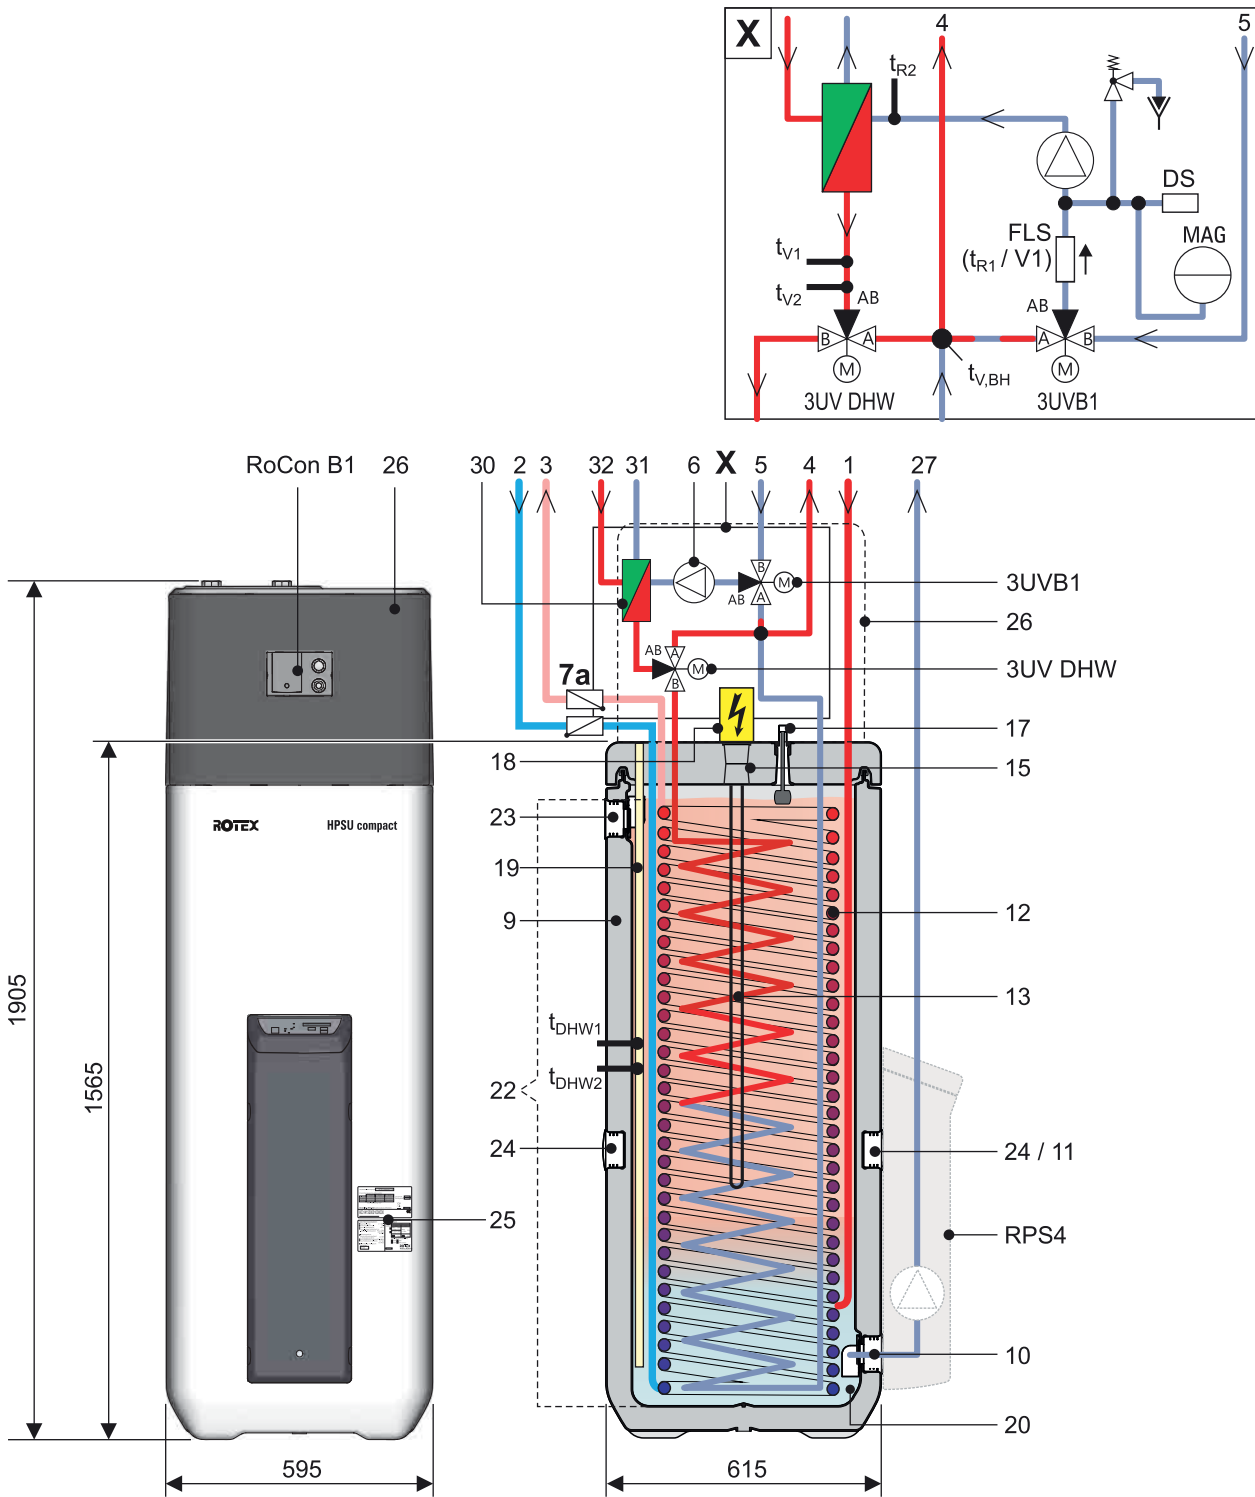
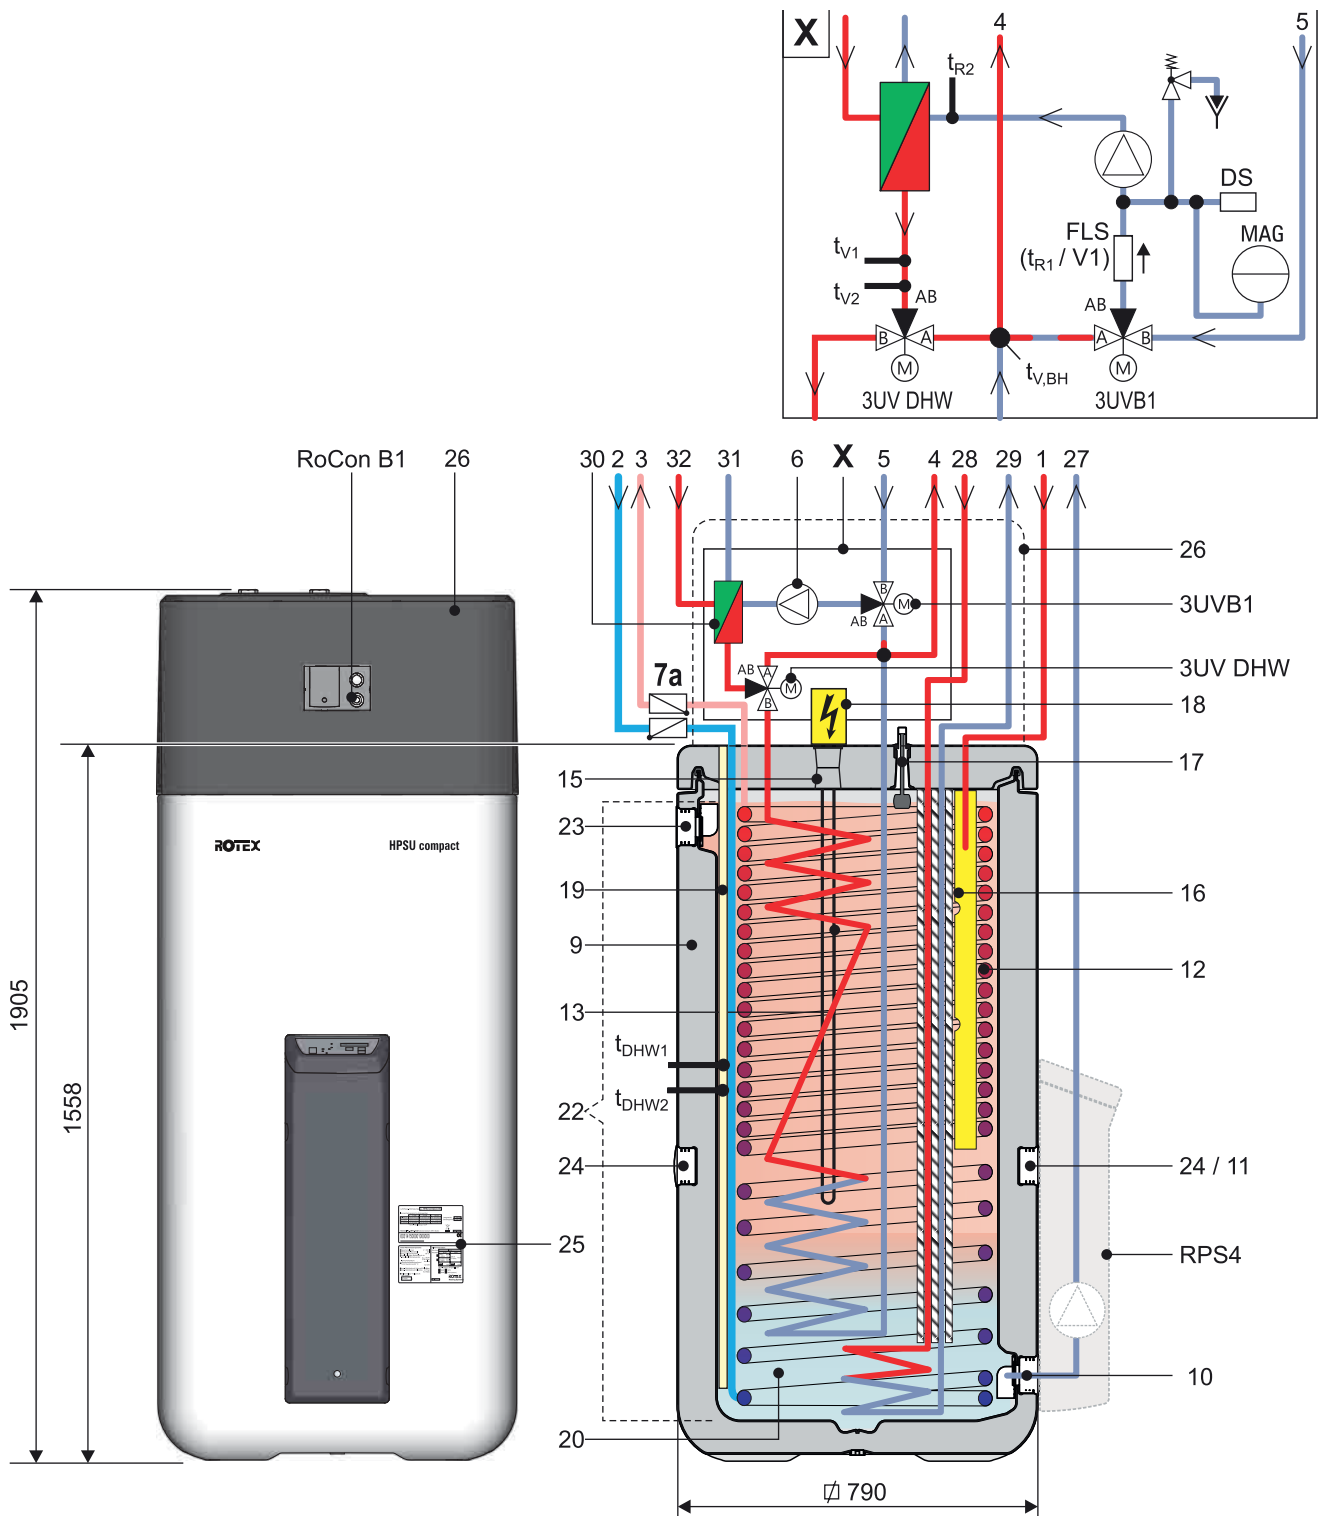

Fig. 3-2 Struttura e componenti dell'ROTEX HPSU compact 304/308 DB (vista esterna e struttura interna)
Fig. 3-5 Struttura e componenti dell'ROTEX HPSU compact 508/516 Biv (vista esterna e struttura interna)
Tab. 3-1 Legenda per fig. 3-2 fino a fig. 3-5
- Sul serbatoio di accumulo rimuovere le maschere di copertura (fig. 4-4, pos. B) e svitare gli inserti filettati (fig. 4-4, pos. F) dai fori a cui devono essere montate le maniglie (da fig. 3-2 a fig. 3-5, pos. 24).